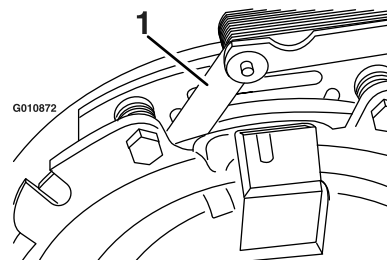
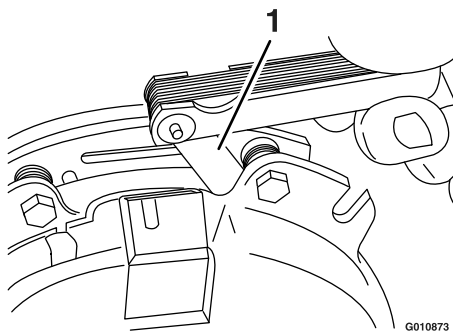

Figure 70
Figure 71
- E. A l'aide d'une jauge d'épaisseur de 0,25 mm (0,01 po), vérifiez qu'il existe un entrefer entre le rotor et la face de l'induit, de chaque côté du pôle de frein, comme montré à la Figure 70 et la Figure 71.